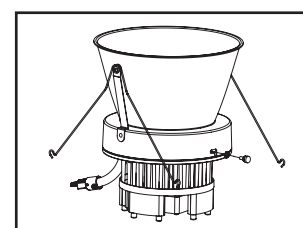

Figura 33.
4. Usando los tornillos de ajuste manual incluidos, asegure con firmeza la moldura inferior al motor de la luminaria LED (Figura 33.).